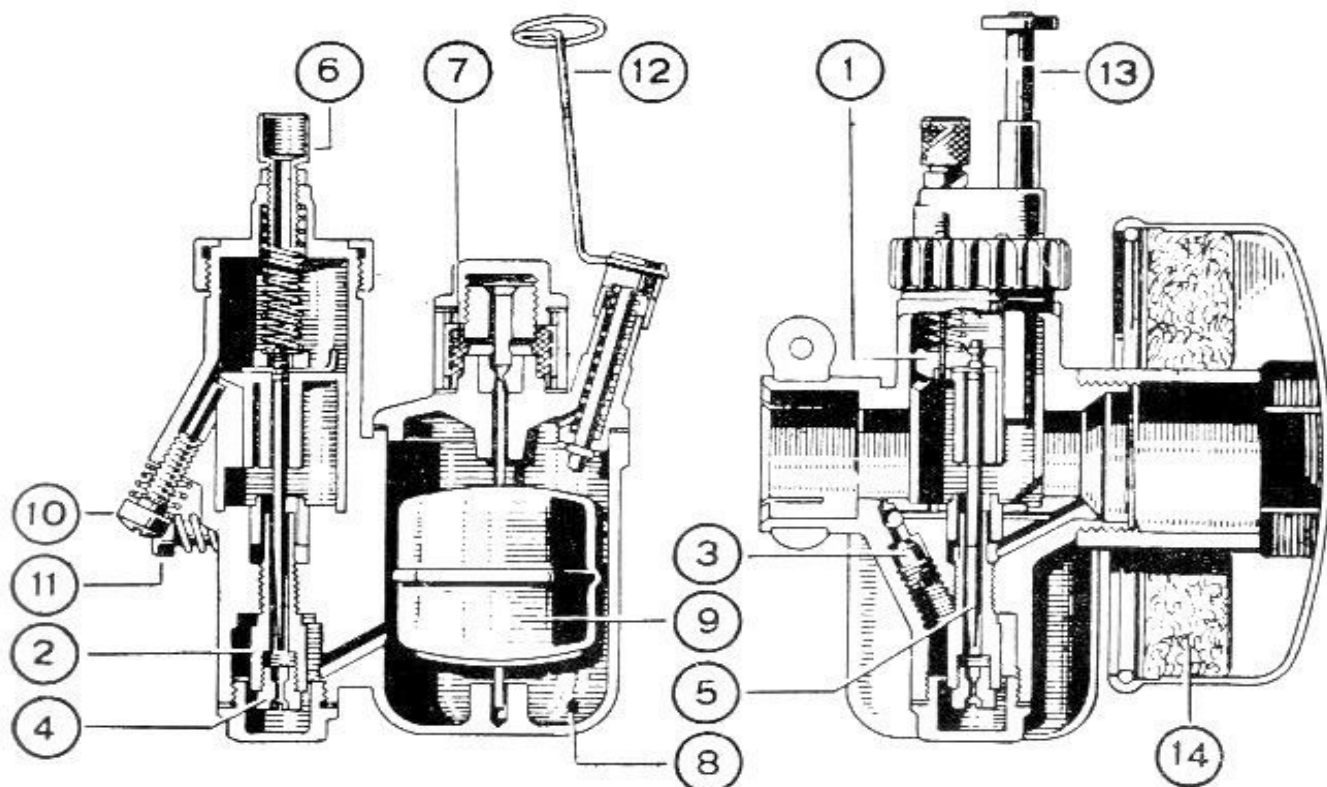

Fig. 11 - Sezione del carburatore.
Si consiglia la sostituzione dello spillo conico (5 fig. 11) e della relativa sede, quando si nota un sensibile aumento nel consumo di carburante, in genere ogni 4/5000 Km.
- che la **valvola gas** (1 fig. 11) scorra perfettamente nella camera miscela. In caso di eccessivo gioco sostituirla.
- che lo **spillo conico** (5) non presenti palesi segni di usura lungo la sua parte conica e nelle tacche di fissaggio. In tal caso provvedere alla sua sostituzione;
- che il **polverizzatore** (2) sia ben conservato nella parte calibrata, nella quale entra lo spillo conico. Questo controllo è bene farlo eseguire da personale specializzato.
- che il **getto massimo** (4) e **minimo** (3) non vengano mai manomessi, allo scopo di ripassare la taratura;
- che la **vaschetta a livello costante** (8) funzioni perfettamente; elemento indispensabile per ottenere una corretta carburazione.